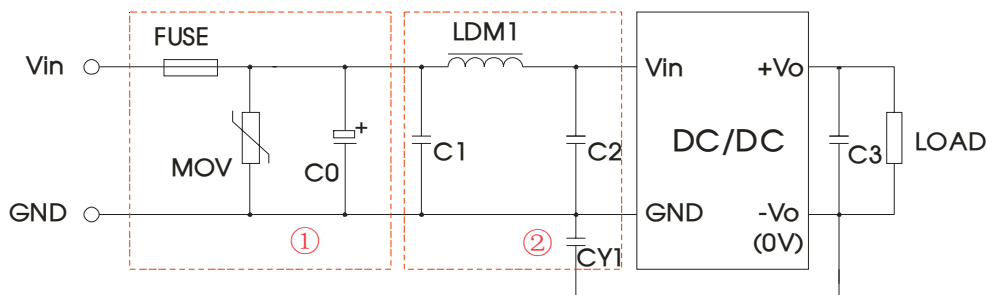

图 3
- ①图3中第①部分用于 EMS 测试; 第②部分用于 EMI 滤波, 可依据需求选择;
- ②若图中元器件无附其参数说明, 则此型号外围中不需要这个元器件。